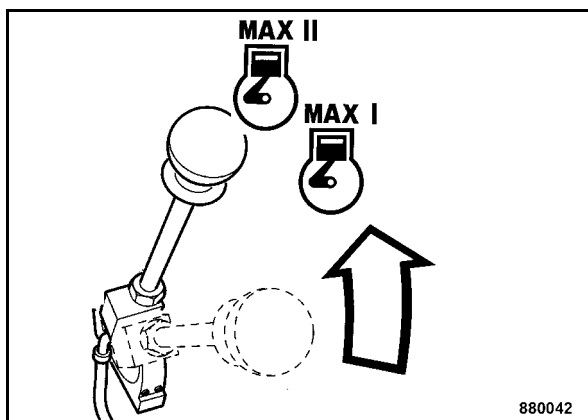

Fig. 57
- Porre la leva di regolazione del regime di giri (Fig. 57) nella posizione di pieno carico, motore Max I oppure motore Max II.